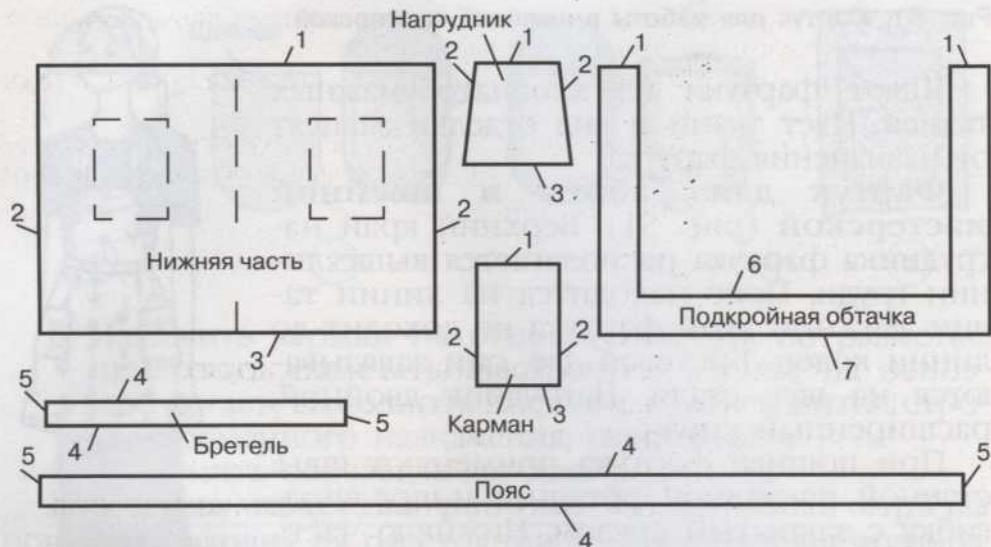

Рис. 53. Названия срезов края фартука с нагрудником: 1 — верхний; 2 — боковой; 3 — нижний; 4 — долевой; 5 — поперечный; 6 — внутренний; 7 — наружный
2. Рассмотрите рисунок 53 и определите названия срезов в крое фартука.